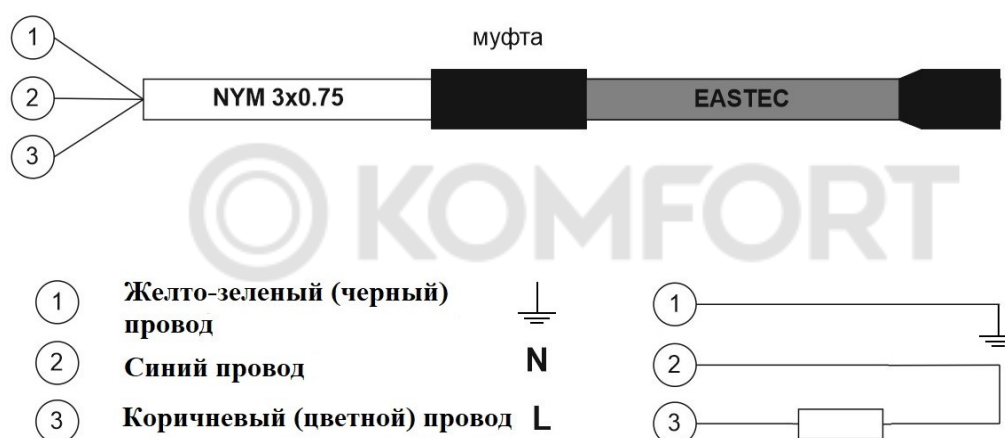

Рис. 3. Схема подключения
4.8. В качестве автоматизации управления подключения электрообогрева, а также в целях экономии электроэнергии, можно применять различные системы управления (например, термостат, который будет подавать питание (от сети 220В) на кабель в диапазоне температур от -5°C до +5°C). (см. рис. 3).